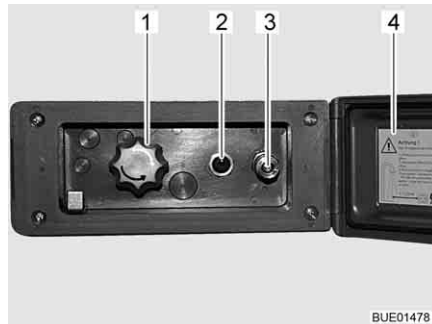

Bild 121 Duschanslutning utsida
- Lås upp och öppna locket (Bild 121,4).
- Anslut ytterduschens slang med snabbkopplingen (Bild 121,3).
- Koppla in vattenpumpen med brytaren (Bild 121,2).
- Ställ in vattentemperaturen enligt önskemål med vredet (Bild 121,1).
- Koppla ur vattenpumpen med brytaren (Bild 121,2).
- Stäng locket (Bild 121,4) och lås det med nyckeln.
- Ställ vredet (Bild 121,1) på mittläget.